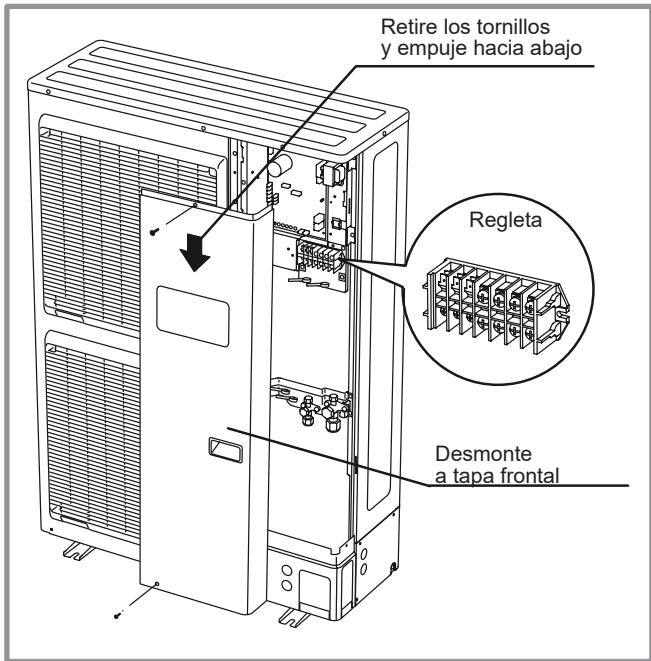

figura 37 - Acceso a la regleta de la unidad exterior trifásica
- Realice las conexiones según el esquema figura 37, página 26.